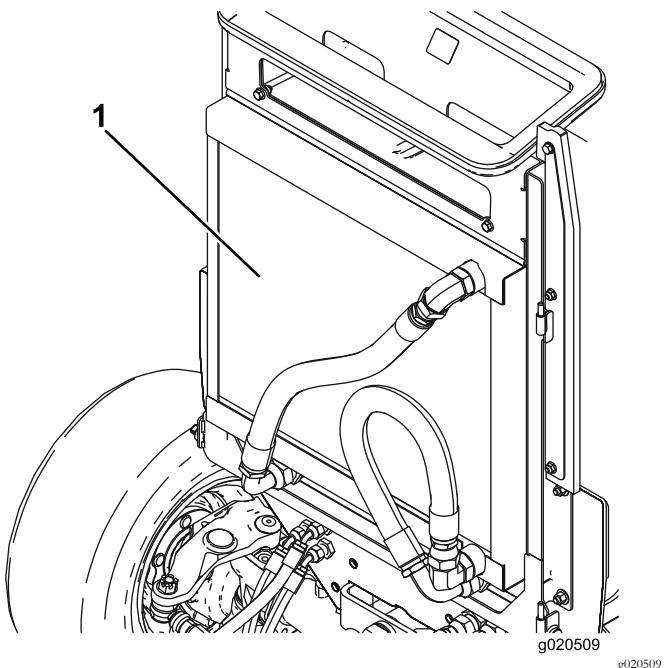

Figura 63
3. Limpe os dois lados do dispositivo de arrefecimento de óleo e o radiador (Figura 63) com ar comprimido. Comece a partir da parte frontal e sopre os detritos para fora na direção da parte posterior. Depois, limpe a partir da parte posterior e sopre na direção da parte frontal. Repita o procedimento várias vezes até remover toda a sujidade e detritos.